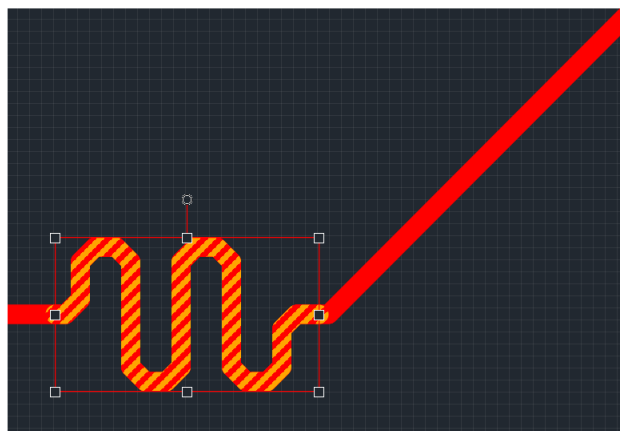

Рис. 272 Выделенный меандр на проводнике
1. Выделите меандр, см. Рис. 272.